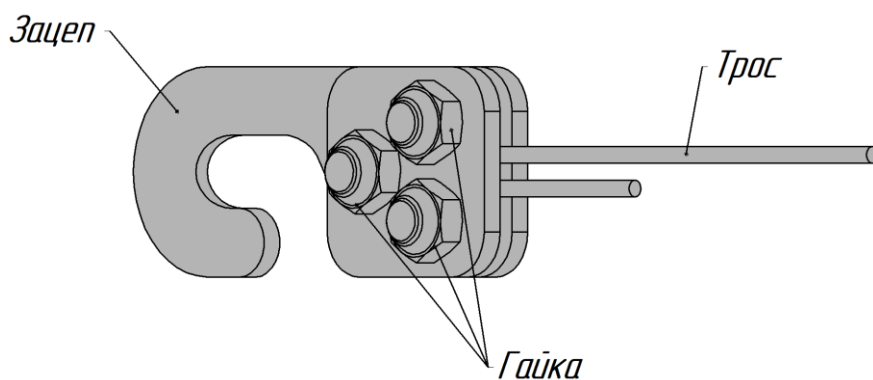

Рисунок 8
- ослабьте Гайки и потяните за короткий «хвостик» троса до необходимого натяжения (рисунок 8);